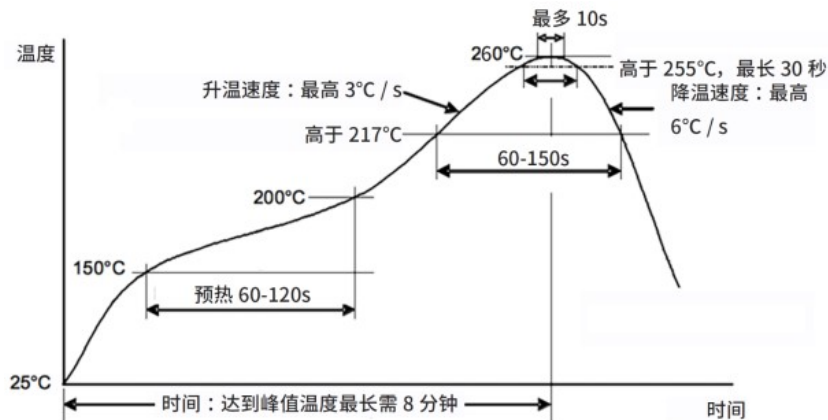

图 11. 回炉温度设置条件
(1) 手焊接
(2) 回流焊接 (SMD 端子型)
- 推荐的回流炉温度设置条件如图 11。